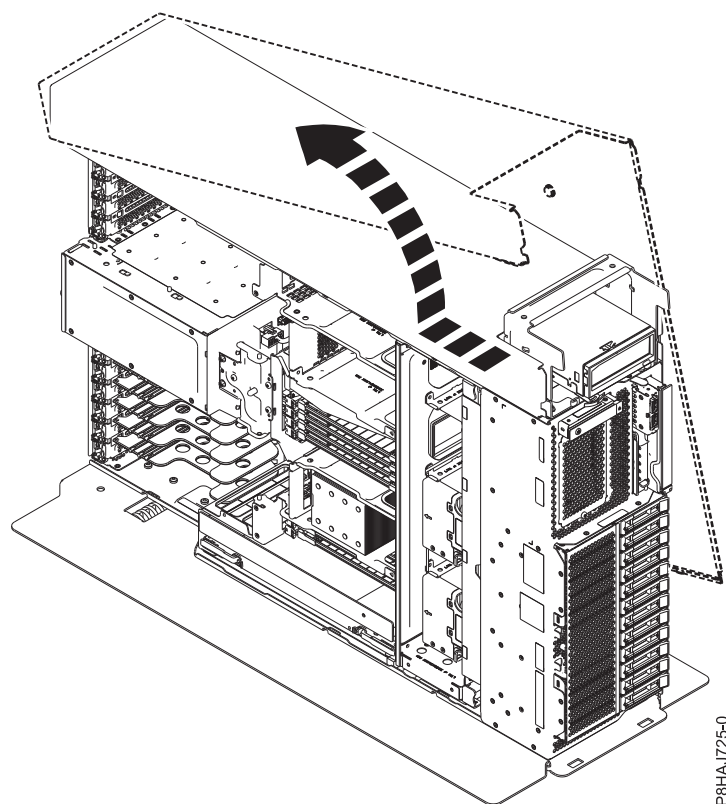

Figura 79. Extracció de la coberta lateral model 8286-41A
5. Feu lliscar la coberta lateral fins que surti del sistema en la direcció que es mostra a la Figura 79.